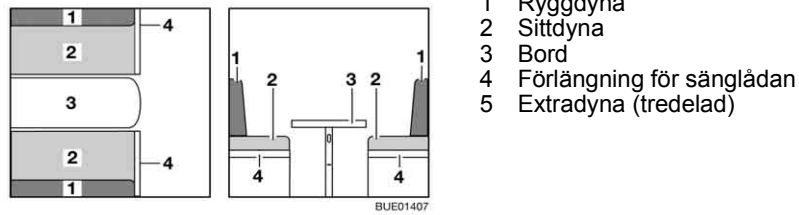

Bild 117 Före ombyggnaden
- Bygg om bordet (Bild 117,3) till sängbotten (se avsnitt 6.12).
- Fäll ut sänglådornas förlängning (Bild 117,4).
- Ta bort ryggdynorna (Bild 117,1).